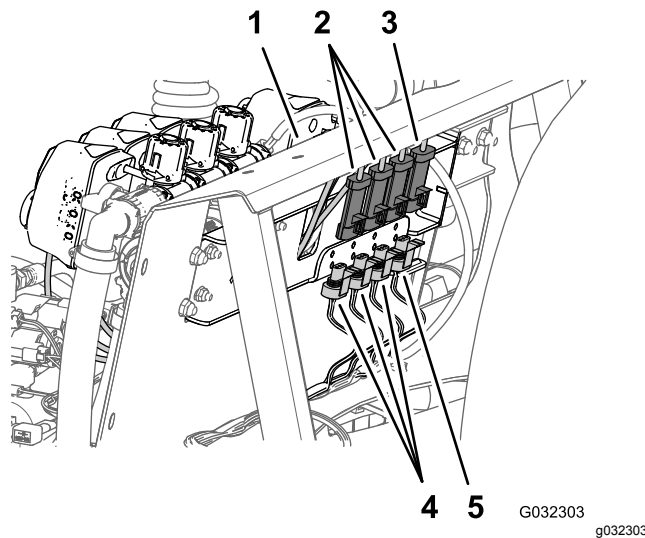

Figure 37
- À l'arrière du support du collecteur, débranchez le connecteur à 3 douilles de la vanne d'agitation et les connecteurs à 3 broches des 3 vannes de section de rampe (Figure 37).